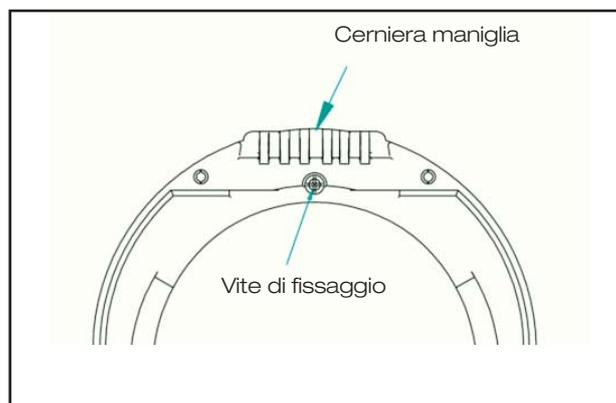

Fig.10
3. Rimuovere la vite di fissaggio (vedere fig. 10).